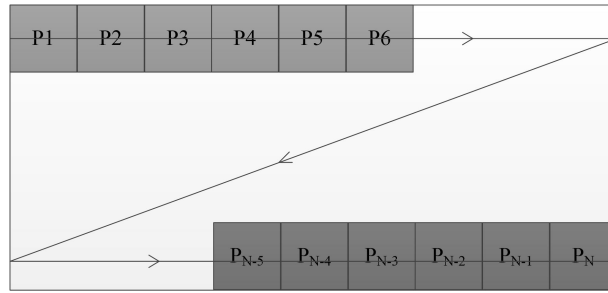

图 8 灰度图像 raw 文件数据格式示意图
①对于灰度图像，像素序号从小到大在 raw 文件中对应位置为从左到右，从上到下。如图 8 所示，P1 表示第 1 个像素的灰度值、P2 表示第 2 个像素的灰度值、P_N 表示第 N 个像素的灰度值。